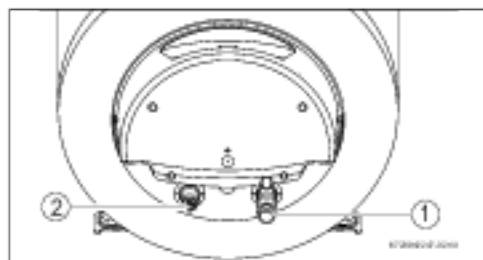

Рис. 8
- Обозначьте трубы горячей и холодной воды соответствующим образом, чтобы не перепутать их (рис. 8).